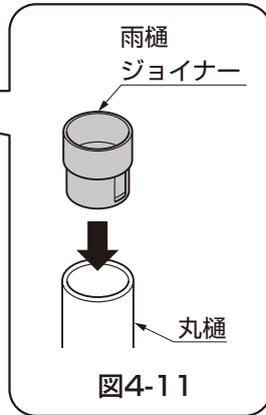

図4-11
- ③丸樋を実測したA寸法+27mmに切断してください。
- ④雨樋ジョイナーを丸樋に取付けてください。(図4-11参照)